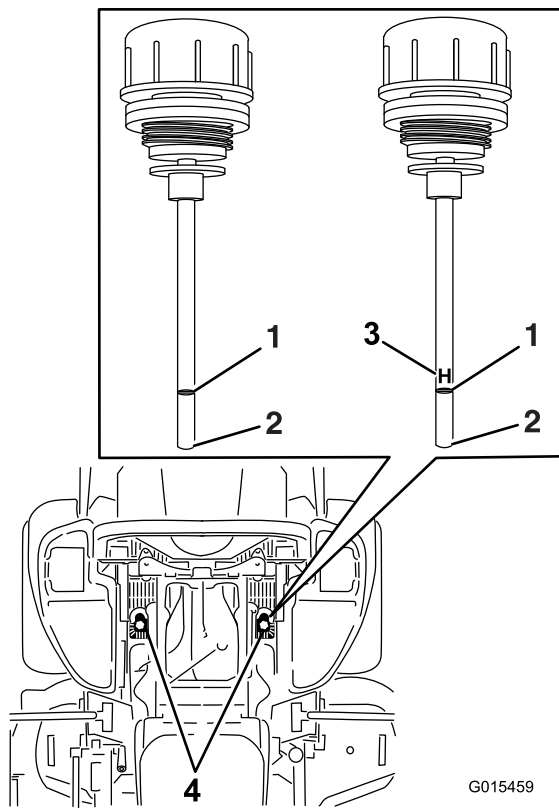

Figura 87
6. Limpie la zona alrededor de las varillas de los depósitos de los sistemas hidráulicos (Figura 87).
7. Retire una varilla del depósito de aceite hidráulico (Figura 87).
9. Retire la varilla e inspeccione el extremo (Figura 87). Si el nivel de aceite está en la marca Add (añadir), vierta lentamente en el depósito hidráulico sólo la cantidad de aceite necesaria para que el nivel llegue hasta la marca de Lleno o **H**.